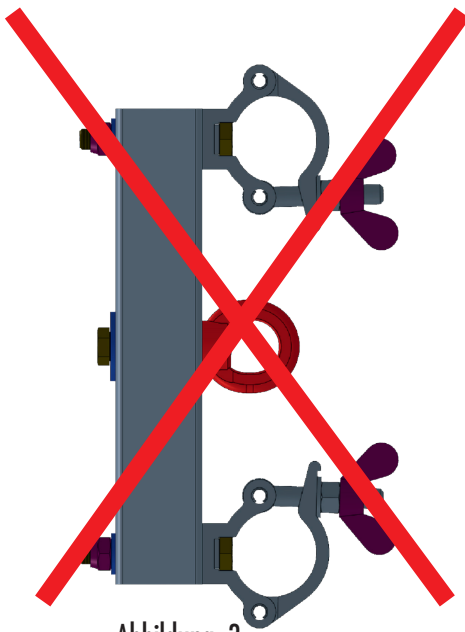

Abbildung 3
- Folgende Einbaulagen sind nicht zulässig Abbildung 3 und 4
- Abbildung 3 vertikal angebaut